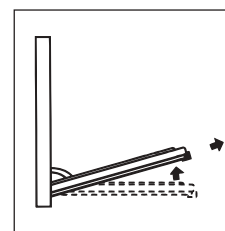

FIG. 7
- Fermez à présent partiellement la porte et soulevez-la en dégageant les crochets "A" comme illustré figure 7.